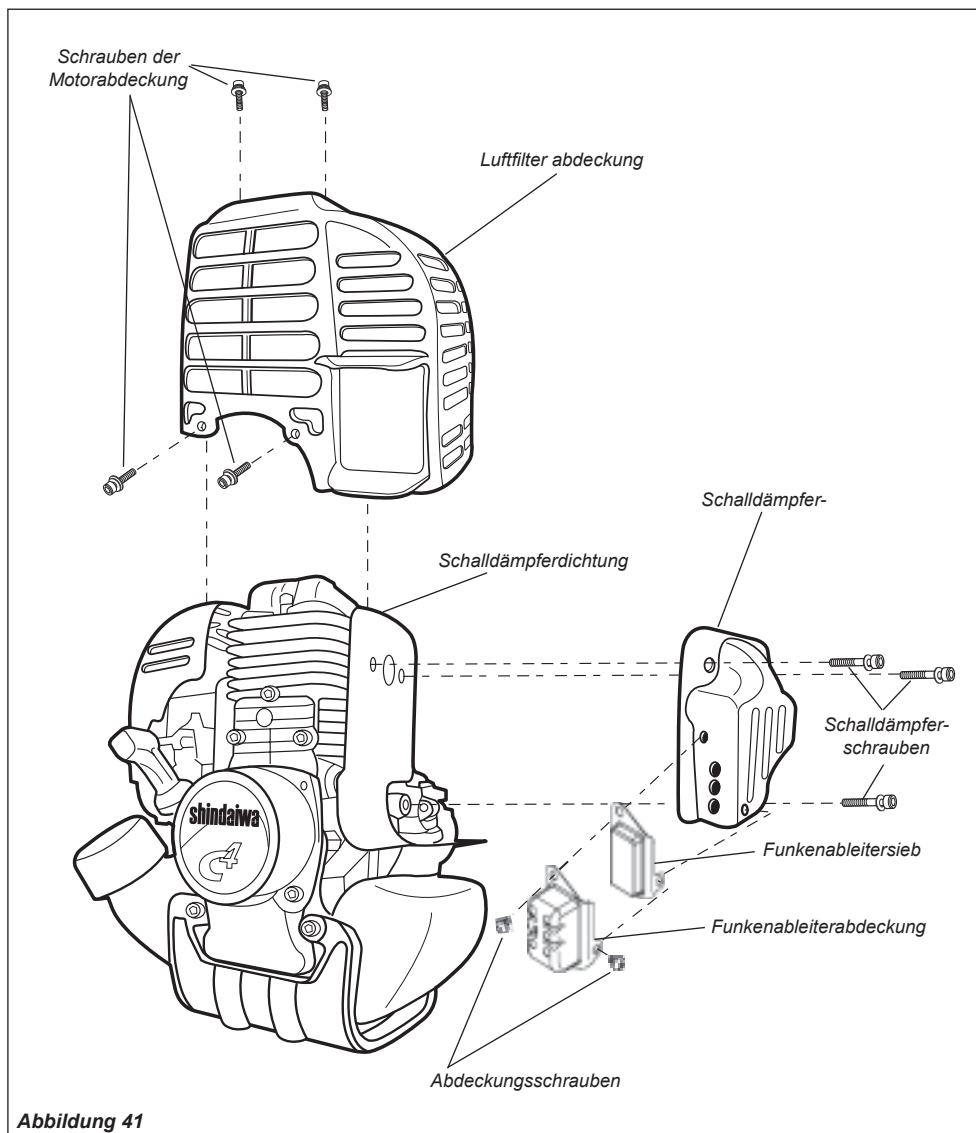

Abbildung 41
- Entfernen Sie mit einem Inbusschlüssel (3 mm) die vier Schrauben der Motorabdeckung, und nehmen Sie die Abdeckung ab. Siehe Abbildung 41.
- Lösen Sie dann mit einem Inbusschlüssel (4 mm) die drei Schrauben des Schalldämpfers und entfernen Sie den Schalldämpfer. Siehe Abbildung 41.
- Lösen Sie anschließend mit einem Schlitzschraubendreher die zwei Schrauben, mit denen das Funkenableitersieb und die Schutzabdeckung befestigt sind. Siehe Abbildung 41.